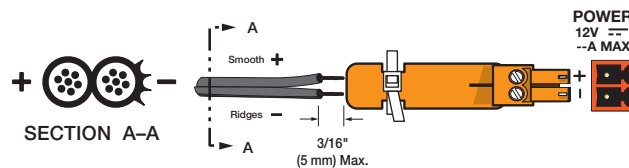

Figure 5. Power Connector Wiring
2. Strip the jacket to expose 3/16 inch (5 mm) of the conductor wire (see figure 5).
- La polarité de la source d'alimentation est primordiale. Une polarité incorrecte pourrait endommager la source d'alimentation et l'unité. Les stries sur le côté du cordon permettent de repérer le pôle négatif du cordon d'alimentation (voir figure 5).